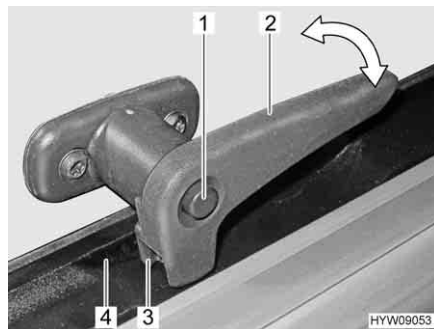

Fig. 35 Leva di serraggio (posizione "Chiusa")
- Premere il bottone di sicurezza (Fig. 35,1) e mantenerlo premuto.
- Ruotare la leva di serraggio (Fig. 35,2) di un quarto di giro verso il centro della finestra.
- Ruotare la leva di serraggio (Fig. 35,2) di un quarto di giro verso il telaio della finestra. Il nasello di chiusura posteriore (Fig. 35,3) della leva di serraggio si trova completamente sul lato interno del telaio della finestra (Fig. 35,4).
- In posizione "Completamente chiusa" (Fig. 35)